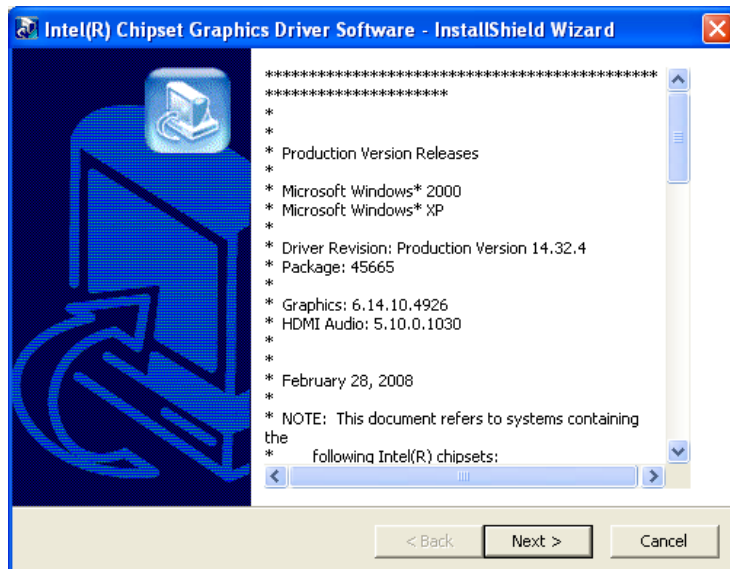

Abbildung 7-8: VGA-Treiber ReadMe-Datei
Schritt 3: Die ReadMe-Datei in **Abbildung 7-8** wird angezeigt.